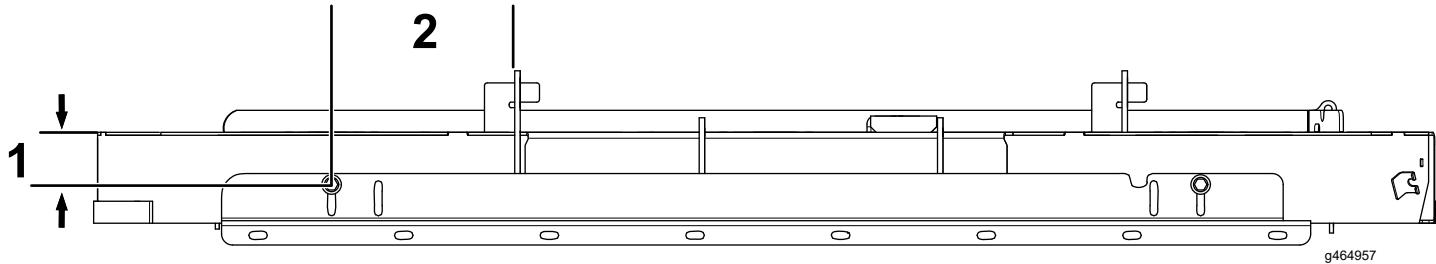

Figura 6
1. Usando la pletina de sujeción como plantilla, perfore 2 taladros (9/32") en la carcasa de corte usando las dimensiones indicadas en la Figura 6.